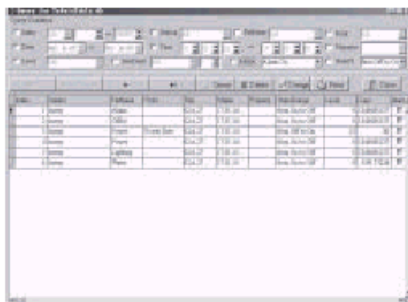

Fig. 7-3 Consulta de Datos de Telecomunicaciones
(1) Consulta de Datos: Tal como en la Fig. 7-3, seleccione las condiciones a consultar en la figura y luego haga clic en el icono rápido .